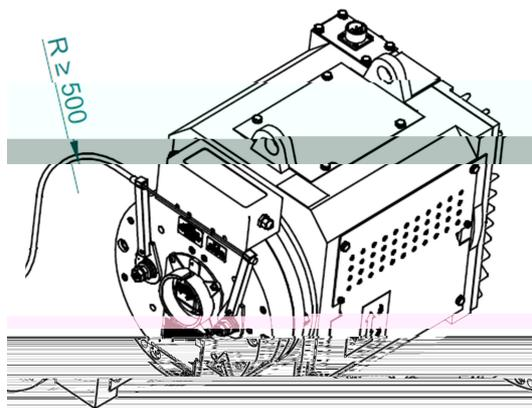

图 24 松闸线安装于制动器上
3. 将松闸线的另一端固定在制动器的松闸手柄上，见 (P11 图 24)；